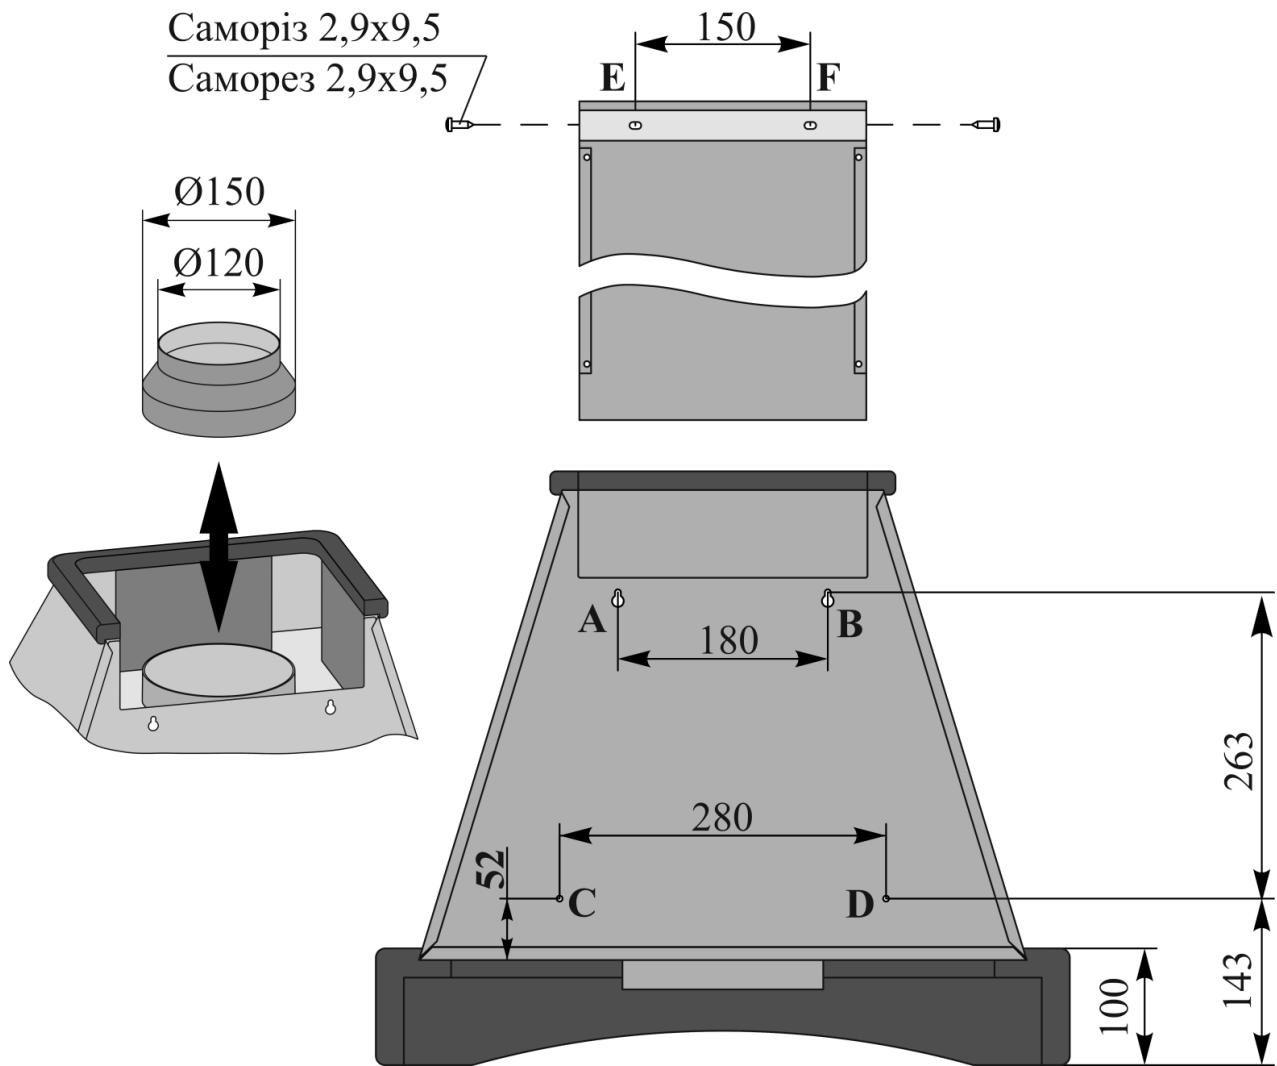

Рис.5
6.3 Проведіть розмітку кріпильних отворів корпуса на стіні кухні. Для цього виготовте паперовий шаблон з координатами **4-х** отворів на задній стінці корпуса (**точки А, В, С, D**); прикладіть шаблон до стіни на необхідній наставній висоті, що вказана вище, і вирівняйте його по рівню (**рис.5**).
6.8 Вставте коминок в нішу корпуса так, щоб він закривав повітровід вентиляції, і розмітьте по пазам планки коминка **2 отвори під кріplення (т. E, F)** (**рис.5**).
6.11 Установіть коминок в нішу корпуса, з'єднавши з планкою коминка і з'єднайте їх з боків **2-ма шурупами (саморізі) ПКГ 2,9x9,5** (**рис.5**).